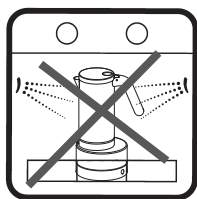

Fig. 15
- Was de koffiezetter niet in de afwasmachine. (fig. 15)